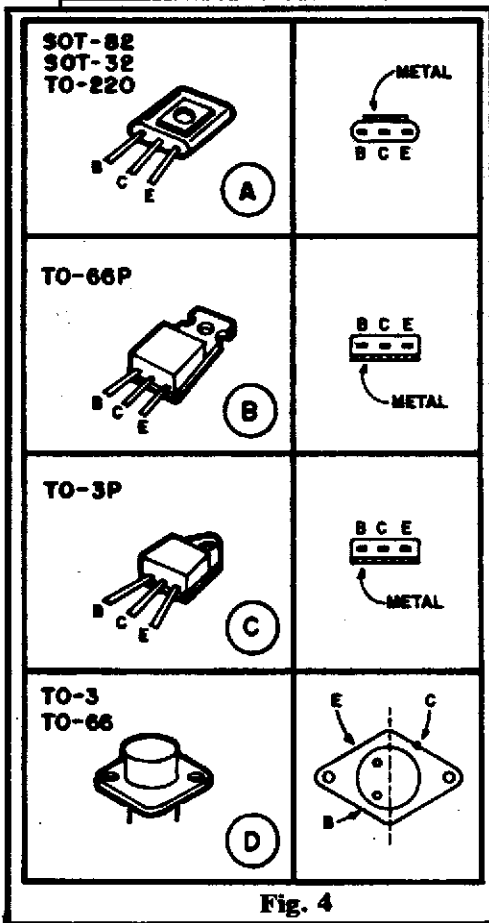

Fig. 4
- FIG. 4 - Os transístores "pesados", para média ou alta potência. Conforme já vimos, os componentes para potências mais altas são, inevitavelmente, maiores... A figura mostra os quatro encapsulamentos mais comuns dentro dessa categoria dos transístores "bravos". Nos três primeiros casos (A-B-C) os "corpos" são, basicamente, de epoxy (plástico) escuro, porém dotados de superfícies ou abas metálicas ou metalizadas, sempre destinadas a facilitar o "resfriamento" da peça (via dissipador de calor acoplado) quando necessário... Existe também (D) um "modelo" de transístor de potência cujo "corpo" é **totalmente** metálico (normalmente utilizado pelos fabricantes em componentes que de-